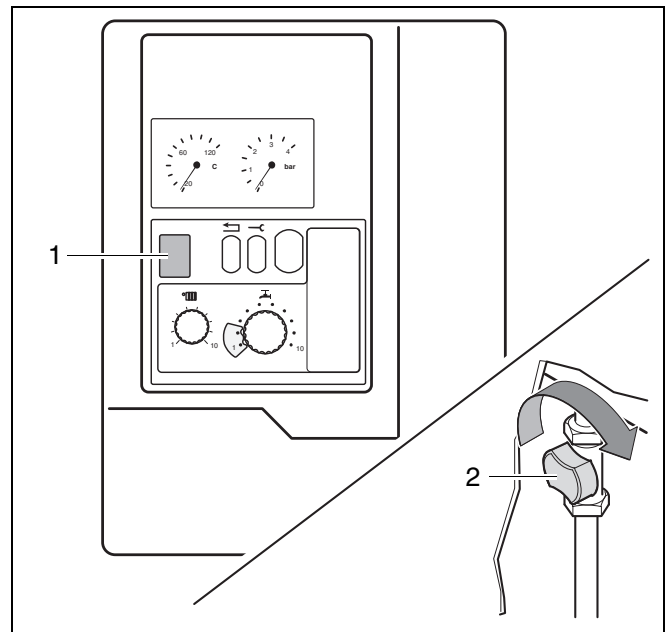

fig. 3 Netschakelaar, gaskraan
- Zet de netschakelaar (fig. 3, pos. 1) op stand "0".
- Sluit de gaskraan: naar rechts draaien (fig. 3, pos. 2).